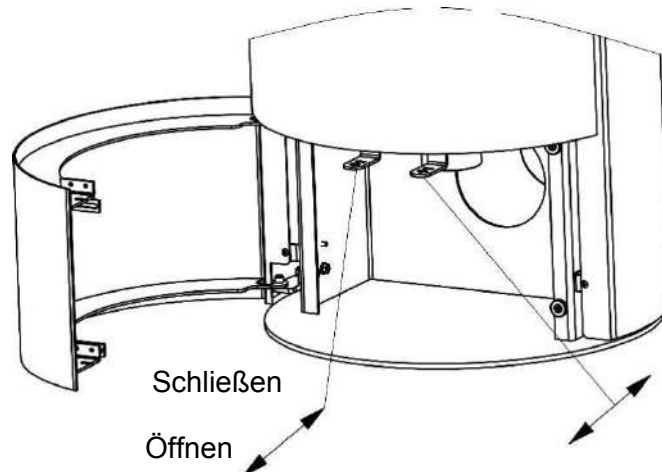

Abbildung 8
3) Wenn das Holz nach etwa 2 Minuten vollständig entzündet ist, regulieren Sie die Luftzufuhr nach Bedarf, wie in Abbildung 8 gezeigt: